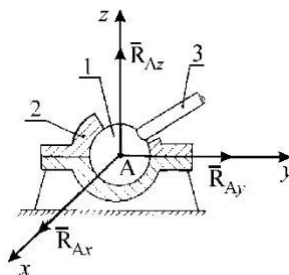

Рис. 1.17
**Сферический шарнир** (рис. 1.17). Сферическим шарниром называется устройство, выполненное в виде двух контактирующих сфер, геометрический центр  $A$  которых неподвижен. Тело 3, равновесие которого рассматривается, жестко связано с внутренней